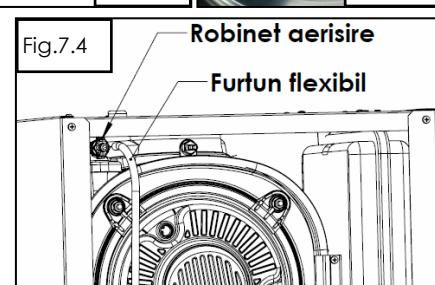

Fig.7.4
- se monteaza un furtun flexibil cu D int = 9mm la aerisitorul manual - fig. 7.4 (in cazul centralelor fara aerisitor automat);
Pentru a se porni centrala se apasa tasta **J6 (POWER)** fig.7.4.